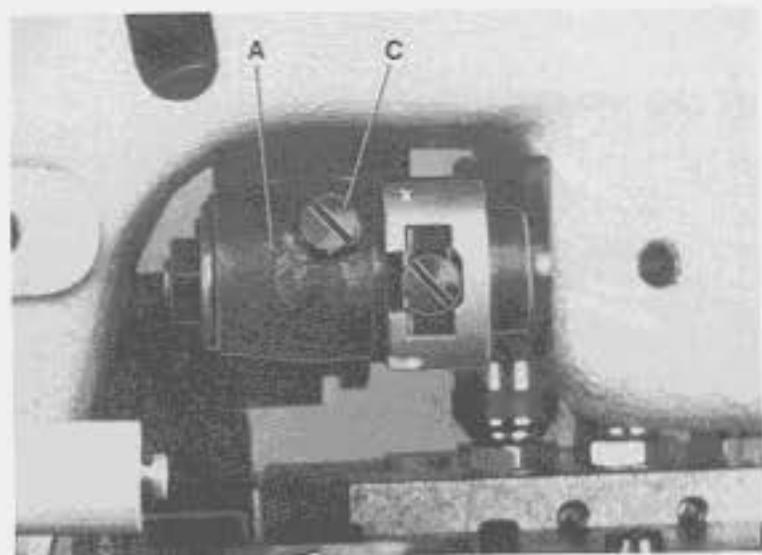

Fig.11
The ball bearing grease for the needle bearings (A, Fig. 11 and B, Fig. 12) of the spreader drive has to be renewed every six months. The front needle bearing can be greased after removing the guard and turning out screw (C, Fig. 11). The two rear needle bearings can be greased after removing retaining ring (D, Fig. 12) loosening screw (E) and pressing out link stud (F). Reassemble all parts carefully.
Das Wälzlagertfett der Nadellager (A, Fig. 11 und B, Fig. 12) für den Legerantrieb muß alle 6 Monate erneuert werden. Das vordere Nadellager kann nach Entfernen des Schutzbleches und Herausdrehen der Schraube (C, Fig. 11) gefettet werden. Die beiden hinteren Nadellager können nach entfernen der Sicherungsscheibe (D, Fig. 12), lösen der Schraube (E) und herausdrücken des Gelenkbolzens (F) gefettet werden. Montieren Sie alle Teile wieder sorgfältig.